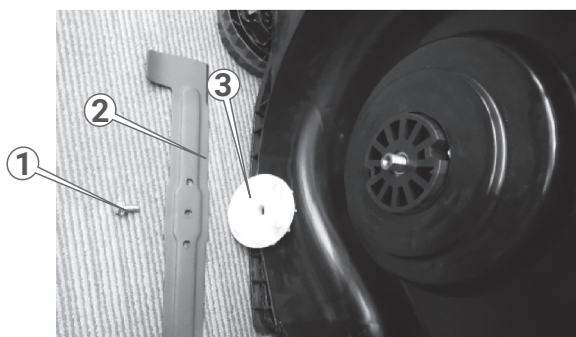

Рисунок 14. Вид газонокосарки з демонтованим ножом.
4. Відкрутити та зняти болт (1, рис. 14), демонтувати ніж (2, рис. 14) та решітку (3, рис. 14) у відповідному порядку.